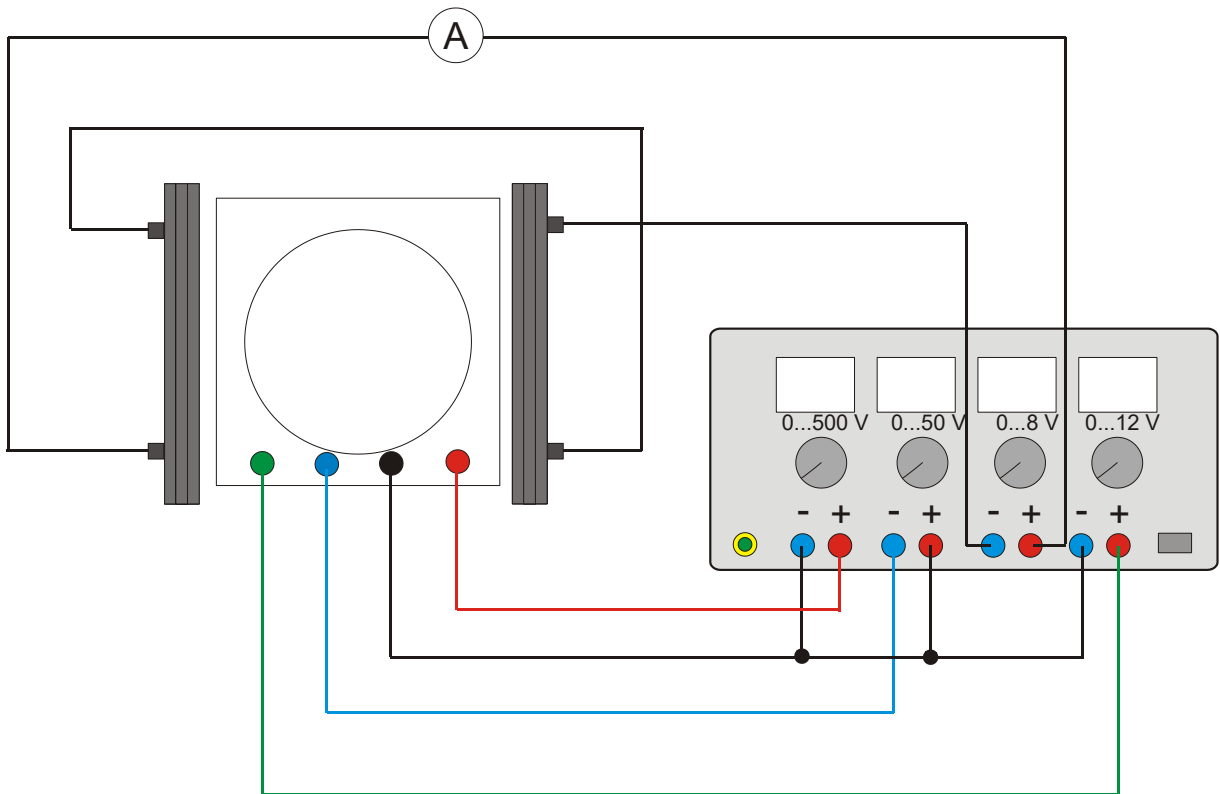

Fig. 4: Conexão do tubo de feixe estreito com o fonte de alimentação DC 500 V
- Efetuar a conexão do tubo conforme a fig. 4.